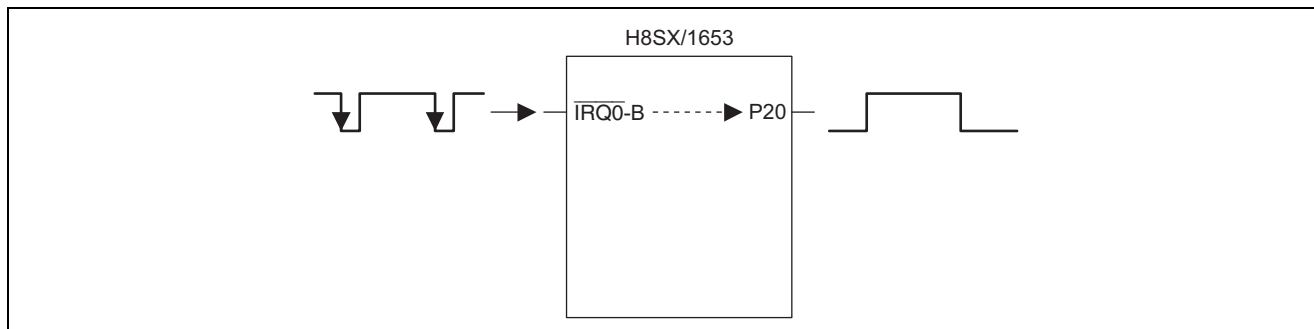

図 1 IRQ 割り込み
- (1) P50 端子を $\overline{\text{IRQ0-B}}$ 入力端子とします。
- (2) IRQ0 割り込み要求は、 $\overline{\text{IRQ0-B}}$ 入力端子の立ち下がりエッジとします。
- (3) 図 1 に示すように、P20 端子は初期値 0 とし、IRQ0 割り込み処理でトグル出力します。